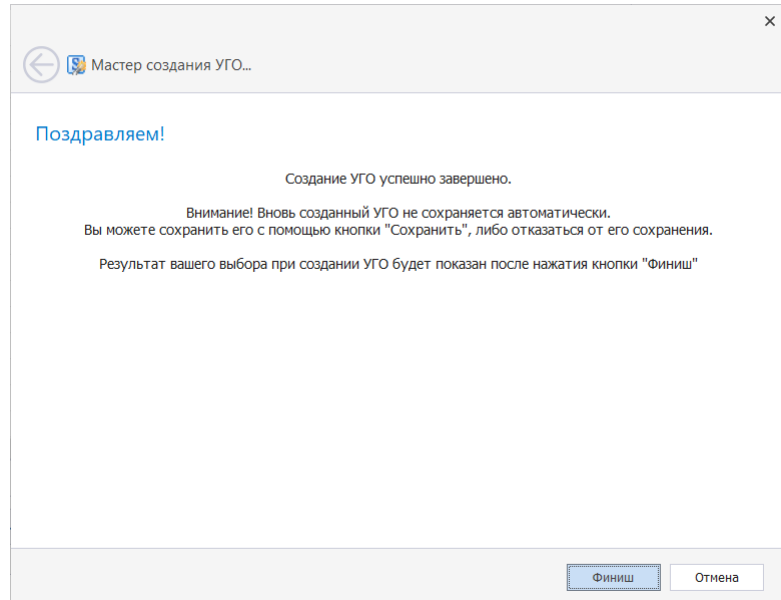

Рис. 196 Заключительное окно мастера создания УГО
6. Нажать «Финиш», для сохранения созданного УГО, см. Рис. 196.